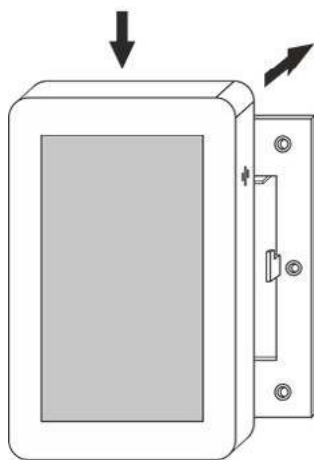

Рис.17
5. Установить панель на монтажную рамку согласно рисунку (см. рис. 17).
5. Установить панель на монтажную рамку согласно рисунку (см. рис.17).